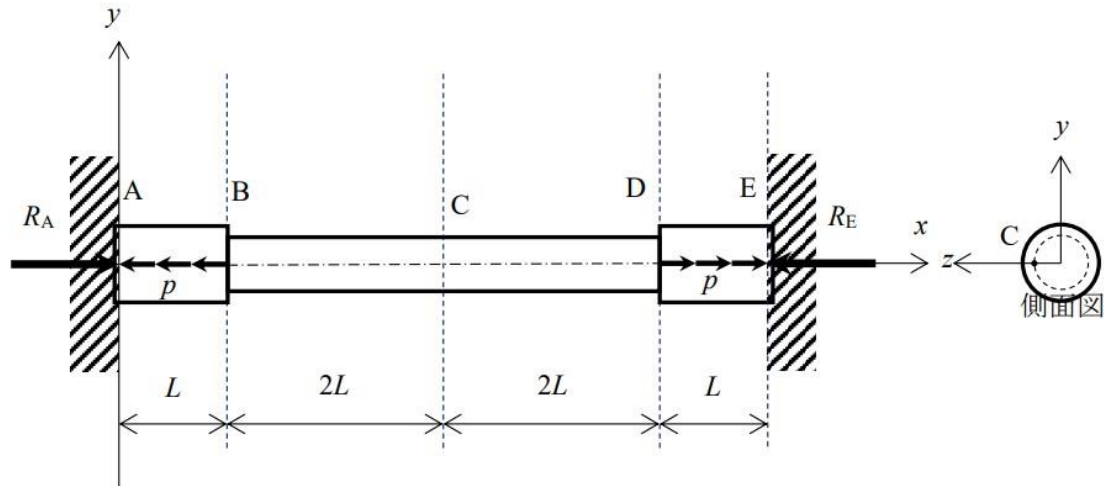

Fig.2 壁に固定された段付き丸棒
[2] 図2のようにAとEにおいて壁に固定された段付き丸棒があり、AB間、DE間に分布荷重 p が図のように作用している。丸棒の断面積を AB 間、DE 間では $2A$ 、BD 間では A とし、丸棒のヤング率は E として以下の問いに答えよ。但し、壁の変形は考慮しないものとする。
- (1) Fig.2 の FBD の図示及び、A、E における壁からの反力 R_A 、 R_E を用いて棒全体の力のつり合い式を示せ。
- (2) AB 間に生じる変位 δ_{AB} 及び、BC 間に生じる変位 δ_{BC} を R_A を用いて示せ。
- (3) 変位の条件とつり合い式から反力 R_A 、 R_E を求めよ。
- (4) 丸棒に作用している軸力 $N(x)$ 、垂直応力 $\sigma(x)$ の x 方向変化をそれぞれ図示せよ。
- (5) 丸棒表面上の点 C におけるモールの応力円を描き、点 C に生じる最大せん断力 τ_{\max} を求めよ。
- (1) Fig.2 の FBD の図示及び, A, E における壁からの反力 R_A , R_E を用いて棒全体の力のつり合い式を示せ.